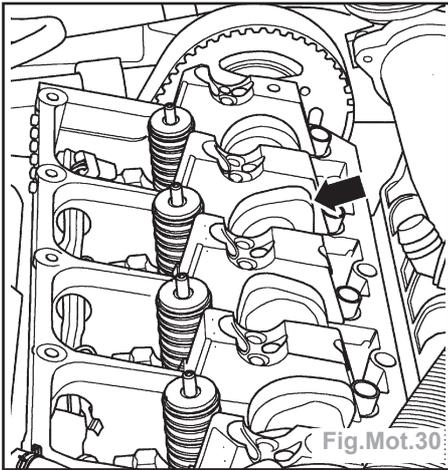

Fig.Mot.30
- Retirer de l'extérieur vers l'intérieur les vis de fixation (2) de l'axe du culbuteur et enlever l'axe du culbuteur.
- Installer l'arbre à cames de sorte que la came du 2^{ème} cylindre soit tournée dans le sens de la flèche (Fig.Mot.30). Dans cette position tous les blocs de serrage peuvent être déposés.